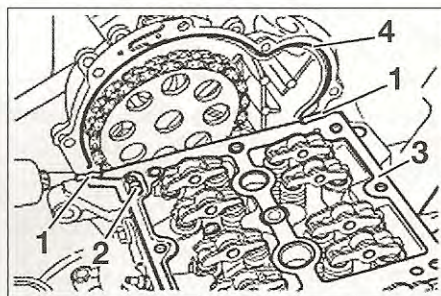

FIG. 28
- Aplicar masilla de silicona debajo de la junta del cárter de eje de levas a la altura del cárter de distribución, sobre las zonas (1) (fig. 28).
- Poner los centradores (2) del cárter de eje de levas.
- Colocar la junta (3) del cárter de eje de levas.
- Aplicar masilla de silicona en la junta del cárter de eje de levas a la altura del cárter de distribución sobre las zonas (1).
- Aplicar masilla de silicona sobre el cárter de distribución en la zona (4).